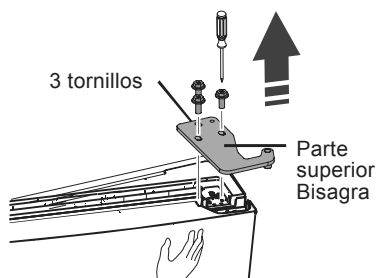

Figura 6
- 7 Quite los tres tornillos de la bisagra superior y deje la bisagra aparte (ver Figura 6).